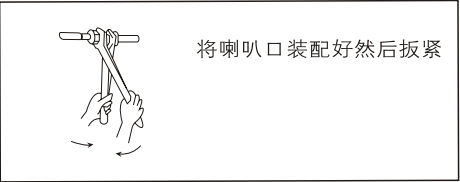

图 21
(3) 用两把扳手按图 21 那样双手用力且参照表 (5) 的扭矩牢固地扳紧。